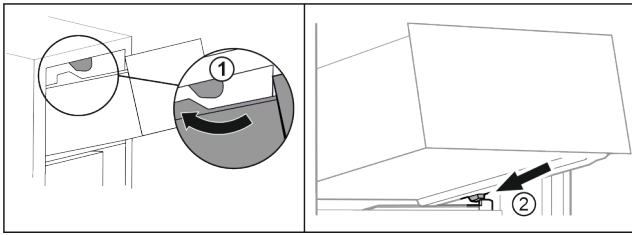

Fig. 74
- ▶ Schubfach um die oberen Stopper herumführen. Fig. 74 (1)
- ▶ Schubfach schräg hinter den unteren Stoppere auf Behälterrippe aufsetzen. Fig. 74 (2)